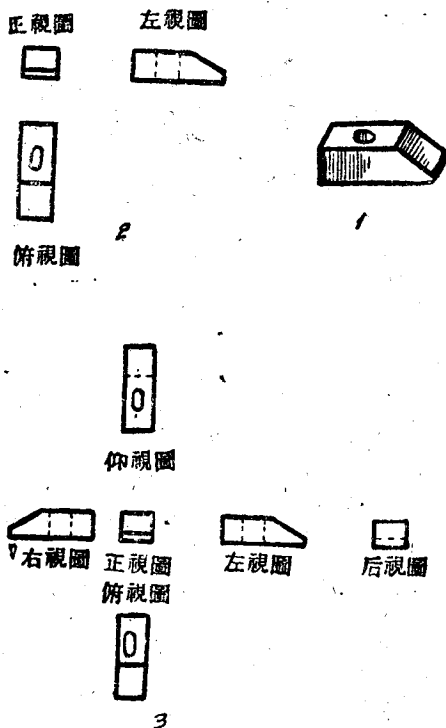

图 2-14 物体视图的排列位置
(3) 四~六面图: 复杂的制品, 三面图有时还不能完全表达时, 在上述三面图中再加上三个视图(图 2-14) 划成六面图, 即正视图上方加划仰视图表明制品底面的形状; 正视图左面加划右视图表明制品右侧面的形状; 在原三面图左视图的右边加划后视图表明制品后面的形状。